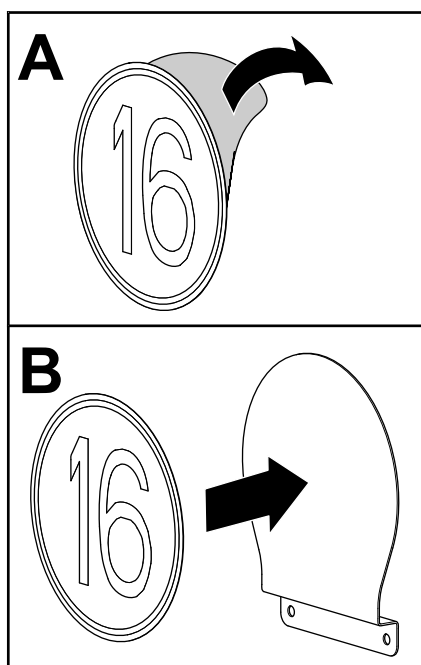

Figura 49
1. Retire la parte posterior de la pegatina de velocidad (Figura 49).
2. Alinee la pegatina con la señal de velocidad, como se muestra en Figura 49.